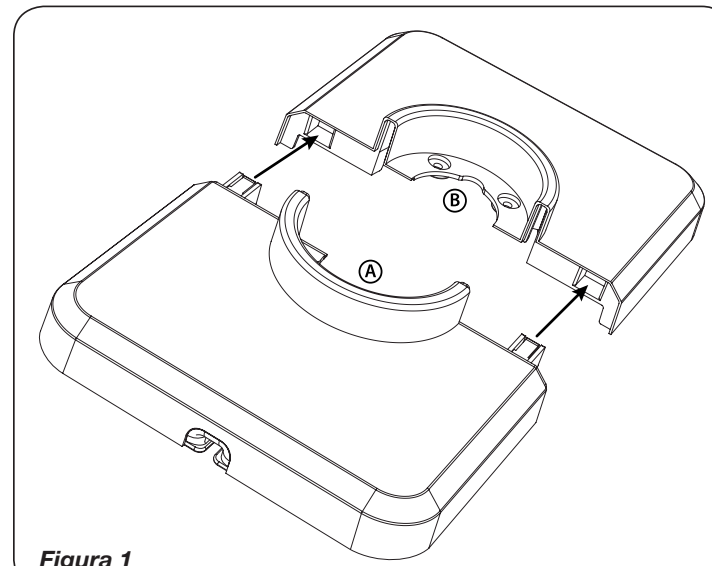

Figura 1
1. Ensamble la base al encajar el lado A y el lado B como se muestra en la Figura 1.